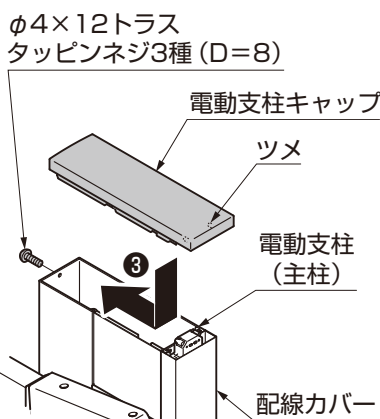

図5-9
- ③ 電動支柱キャップをスライドさせて電動支柱にツメを引っ掛け、「φ4×12トラスタッピンネジ3種 (D=8)」で取付けてください。(図5-9参照)